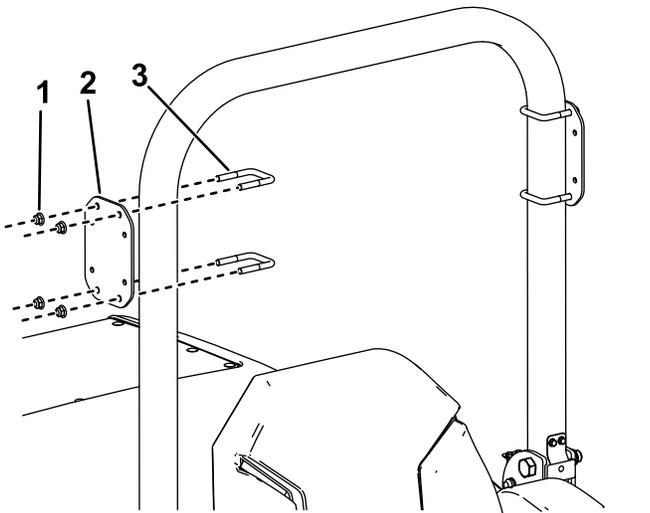

Figure 1
1. Montez un support de feu de chaque côté de la avec 2 étriers filetés et 4 contre-écrous ($\frac{3}{8}$ "), comme montré à la Figure 1.